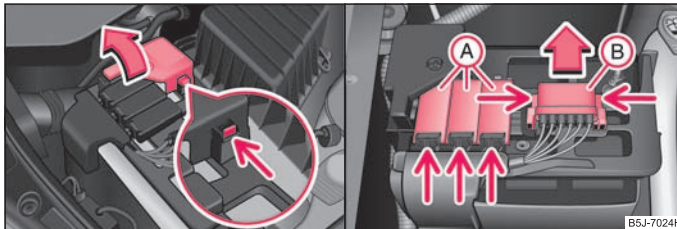

Fig. 160 Baterie: Deschiderea capacului polului plus / capacul cutiei de siguranțe
- Rabateți capacul polului plus (+) ⇒ fig. 160.
- Apăsăți elementele de fixare ale capacului suportului de siguranțe (A) ⇒ fig. 160 și deschideți capacul.
- Concomitent apăsați elementele de fixare ale capacului suportului de siguranțe (B) și împingeți capacul în sensul indicat de săgeată.
- Unele autovehicule sunt prevăzute numai cu capacul (B) ⇒ fig. 160 în partea dreaptă. ■